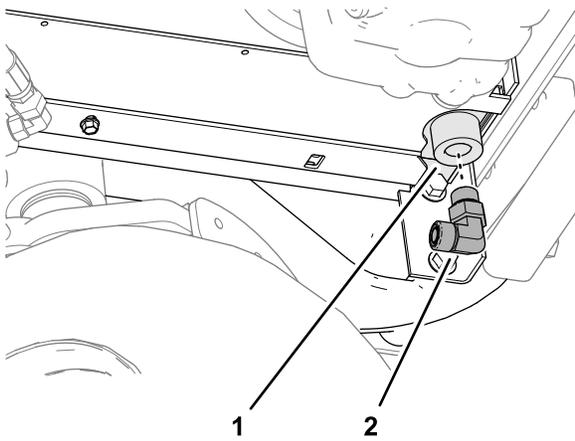

Figura 29
1. No canto inferior dianteiro do radiador, monte a união a 90° (vedante do anel -8/SAE $\frac{3}{4}$ pol.) na saída do refrigerador do óleo como se mostra na Figura 29 e aperte a porca da união.